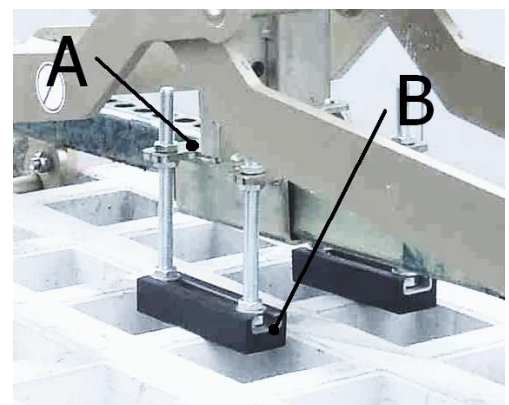

Fig. 1
Quando si utilizza l'apparecchio con elementi posti l'uno sopra l'altra, per la presa di singole lastre in pietra (poste l'una sopra l'altra), suggeriamo di utilizzare l'accessorio "supporto di regolazione dell'altezza"! – vedi Fig. 1
Quindi, l'altezza di presa deve essere regolata nuovamente per il sollevamento di elementi delle stesse dimensioni (vedi Fig 1).
- Il "supporto di regolazione dell'altezza (B) è attaccato al "piastra di montaggio del supporto (A) di regolazione dell'altezza" → vedi Fig. 1
- Regolare il "supporto di regolazione dell'altezza (B) con viti di regolazione e verificare che entrambi i "supporti di regolazione dell'altezza (B)" abbiano la stessa altezza e che le barre dei tamponi siano posizionate al centro dello spessore della pietra. → vedi Fig. 1